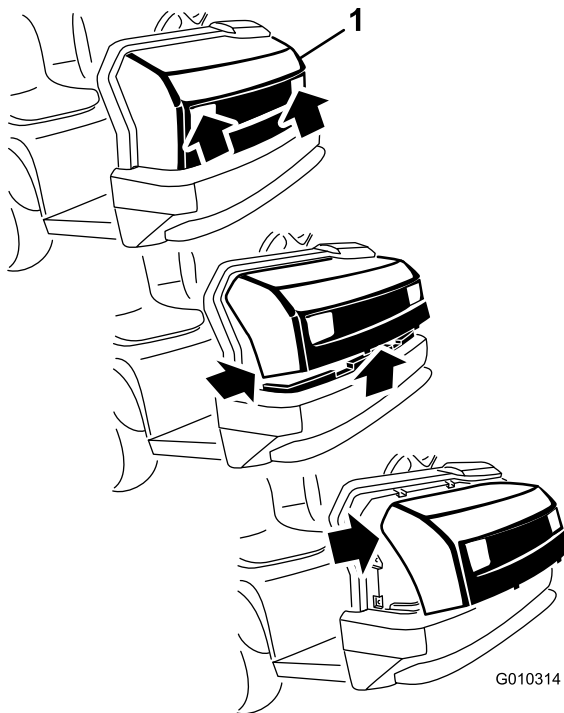

图 27
1. 通过大灯开口抓住机罩的同时提起机罩以便从机架槽中松开下安装凸耳图 27。
2. 将机罩的底部向上旋转直至可将上安装凸耳从机架槽中拉出图 27。
3. 将机罩的顶部向前旋转从大灯上拔出电线接头图 27。
2. 将顶部安装凸耳插入机架槽中 图 27。
3. 将下部安装凸耳插入机架槽中 图 27。